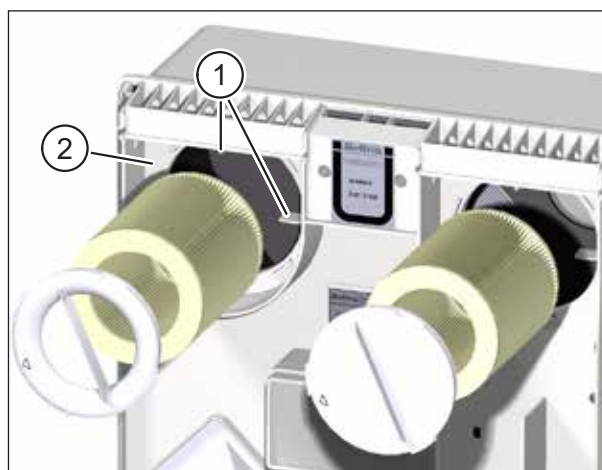

Fig. 19 : Mettre en place de nouveaux filtres à air
- ▶ Veillez à ce que le filtre à air glisse dans les quatre ergots de retenue (pos. 1 dans Fig. 19) sur la paroi arrière de l'appareil d'aération.
- ▶ Posez l'anneau du filtre sur le filtre d'air repris. Veillez à ce que l'anneau du filtre repose à plat sur la plaque intermédiaire (pos. 2 dans Fig. 19).